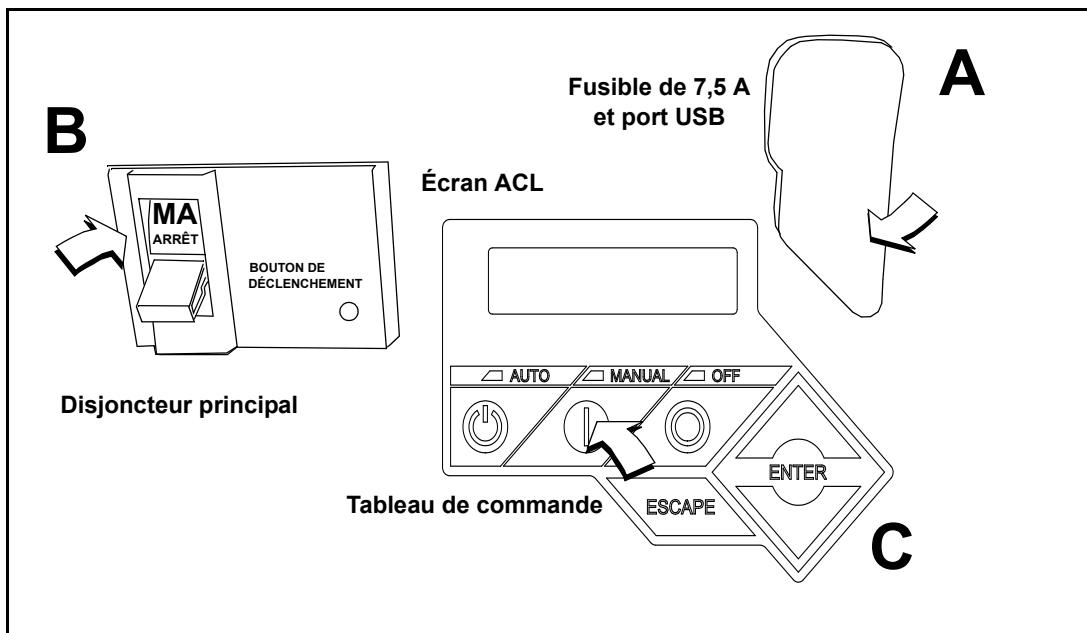

Figure 3-6. Panneau de commande du générateur
1. Tirez vers le haut la languette de caoutchouc qui recouvre le porte-fusible et vérifiez l'installation du fusible de 7,5 A. Voir la partie A de Figure 3-6.
2. Déplacez le commutateur du disjoncteur principal vers le bas à la position OFF (ouvert). Voir la partie B de Figure 3-6.
3. Appuyez sur la touche MANUEL sur le tableau de commande pour faire démarrer le moteur. Un voyant DEL bleu s'allume pour confirmer que le système est en mode MANUEL. Voir la partie C de Figure 3-6.